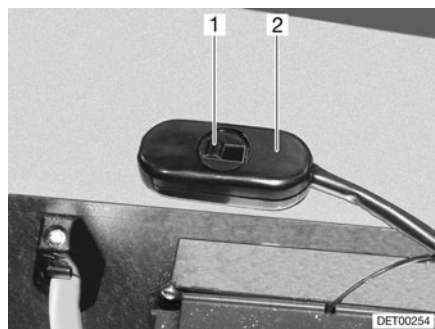

Fig. 107 Interruptor para la reducción de la velocidad
La velocidad de la bomba de circulación se puede ajustar con el conmutador deslizante (Fig. 107,2). Con una velocidad reducida disminuyen los ruidos de rodadura de la bomba.
- Desplazar la corredera (Fig. 107,1) hacia la derecha. Se reduce la potencia.